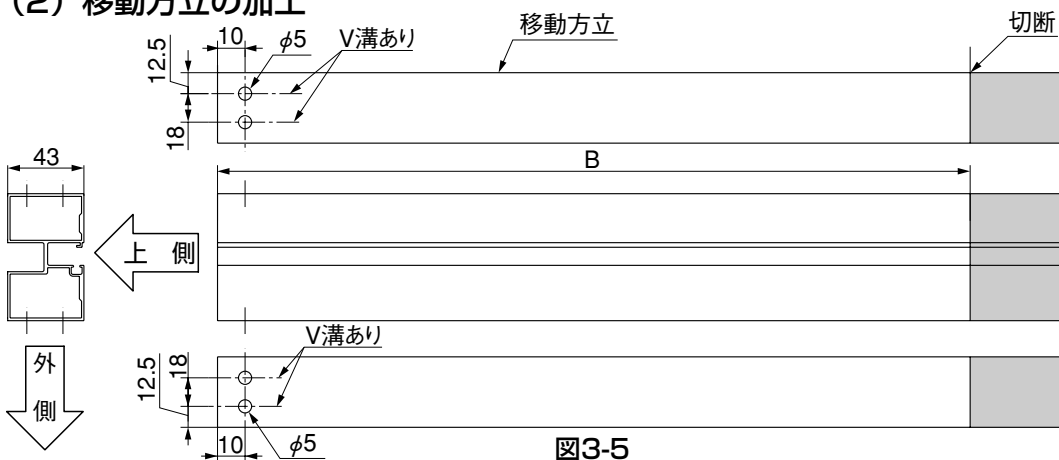

図3-5
- ① 図3-5を参照して移動方立取付け側の移動方立を加工してください。